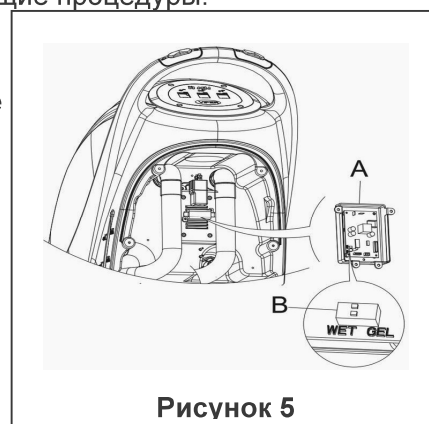

Рисунок 5
2. Снимите сливной шланг (15).
4. Снимите крышку блока управления (5), а также винты крышки аккумулятора (10). Снимите винты кронштейна печатной платы (PCB). Чтобы получить доступ к двухпозиционному переключателю (B) для настройки модели аккумулятора, переверните печатную плату. См. **Рисунок 5**.